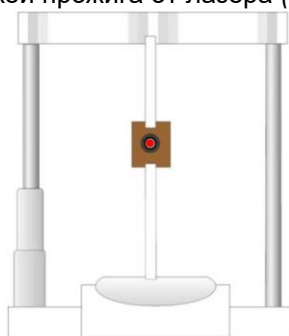

Рисунок 3: Метка прожигла после запуска YAG лазера
10. Осмотрите место прожигла через бинокляр, чтобы убедиться, что точка пятна прицельного луча совпадает с меткой прожигла от лазера (см. Рисунок 3).
8. Осмотрите место прожигла через бинокляр, чтобы убедиться, что пятно прицельного луча совпадает с меткой прожигла (см. Рисунок 3 в разделе 2.2.3 выше)